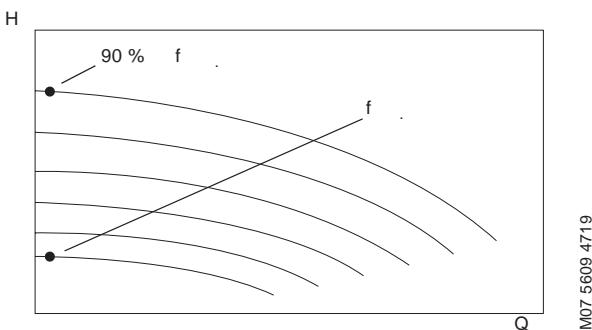

Рис. 109 Характеристика QH для насоса с регулируемой частотой вращения для выбора рабочих точек при низком расходе
3. Выберите характеристику насоса для установки рабочей точки рядом с f_{\min} и введите для Q значение 0,1, а значение H исходя из графика, что б точка оказалась на кривой минимальной скорости насоса или чуть выше, в качестве «Эксплуатационной точки». См. рис. 109
5. Выберите характеристику насоса для установки рабочей точки рядом с частотой вращения на уровне 90 % и введите для Q значение 0,1, а значение H исходя из графика, что б точка оказалась на кривой 90 % скорости насоса или чуть выше, в качестве «Эксплуатационной точки». См. рис. 109.